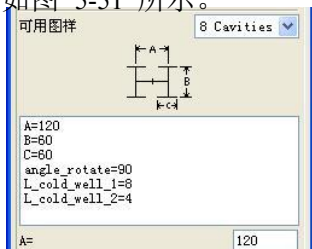
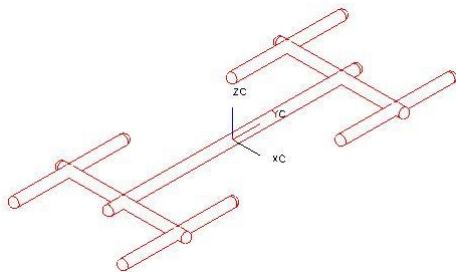

图5-50
图5-51
7. 在【注塑模向导】工具条中单击【流道】按钮，弹出【流道设计】对话框。设置流道其他选项与参数，如图 5-50 所示，依次单击【确定】和【创建流道通道】按钮，在【A】输入框中输入“5”，单击【确定】按钮创建流道，结果如图 5-51 所示。